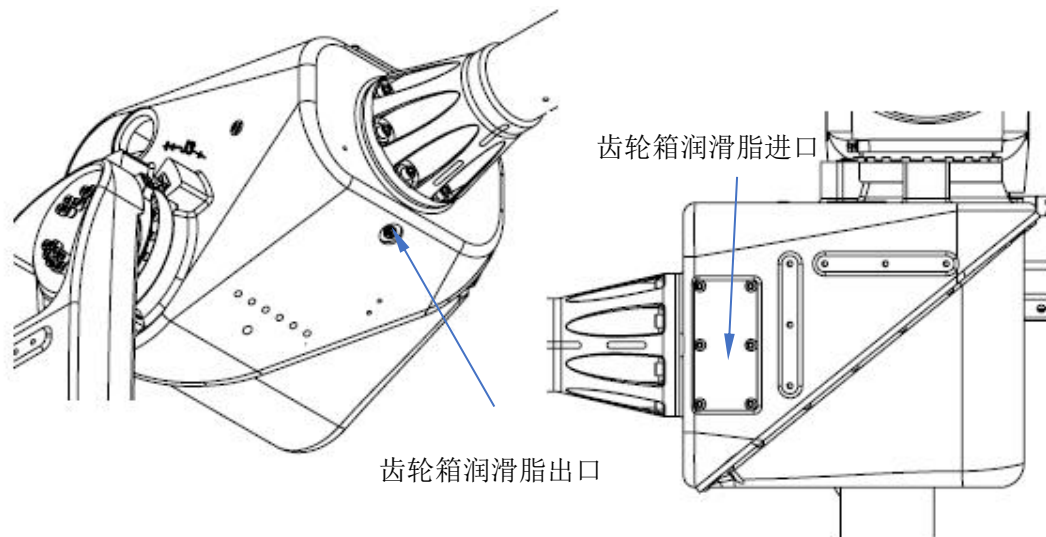

图 4-4 更换润滑油，齿轮箱
- 4) 移去齿轮箱上面盖板和下方润滑油排口内六角螺塞 M10X1，见图 4-4。